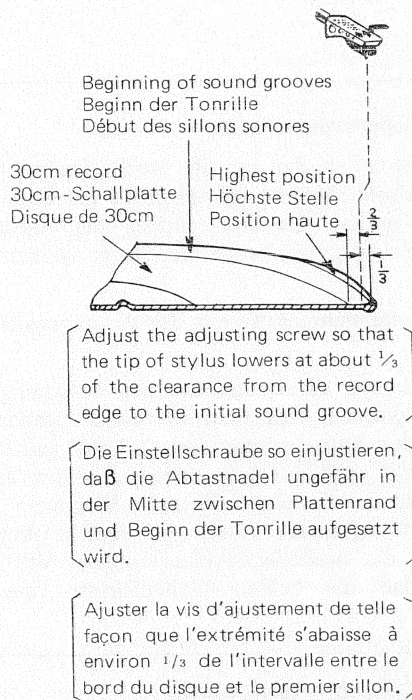

Fig. 10 Abb. 10
- (1) Remove the rubber cap.
- (2) Perform auto-in operation to check the lowering point of the stylus.
- (3) Adjust the stylus lowering adjusting screw with a screwdriver. When the stylus lowering point has deviated to inside the record, turn the adjusting screw leftward \curvearrowleft , and when the point is outside the record, turn the adjusting screw rightward \curvearrowright . The lowering point of the stylus changes by approximately 1.5mm by rotating the adjusting screw a half turn.
- (4) Repeat (2) and (3) to have the stylus lower to the position shown in Fig. 10.
- (1) Gummikappe abnehmen.
- (2) Automatischen Tonarm einschalten, um den Aufsetzpunkt zu kontrollieren.
- (3) Danach die Einstellschraube für den Abtastnadel-Aufsetzpunkt mit einem Schraubenzieher einjustieren. Wenn der Aufsetzpunkt zu weit innen liegt, die Schraube nach links drehen; die Schraube nach rechts drehen, wenn der Aufsetzpunkt zu weit außen liegt. Durch Drehen um eine halbe Umdrehung der Einstellschraube wird der Aufsetzpunkt um ca. 1,5mm geändert.
- (4) Die Schritte (2) und (3) wiederholen, bis der Aufsetzpunkt gemäß Abb. 10 eingestellt ist.
- (1) Enlever le couvercle en caoutchouc.
- (2) Mettre la marche automatique pour vérifier le point d'abaissement de la pointe de lecture.
- (3) Ajuster la vis de réglage de l'abaissement de pointe de lecture à l'aide d'un tournevis. Quand le point d'abaissement est dévié à l'intérieur du disque, tourner la vis d'ajustage vers la gauche \curvearrowleft et quand le point d'abaissement se situe à l'extérieur du disque tourner la vis d'ajustement vers la droite \curvearrowright . Le point d'abaissement se déplace de 1,5mm approximativement pour un demi-tour de la vis d'ajustement.
- (4) Recommencer 2 et 3 pour avoir le bas de la pointe de lecture dans la position de la Fig. 10.